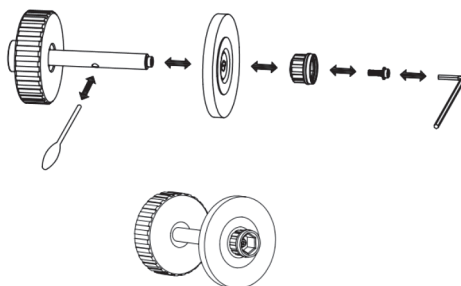

Fig. 6
C. Assemblez et remplacez la brosse métallique étroite par la brosse plastique étroite. Reportez-vous à la figure 6.